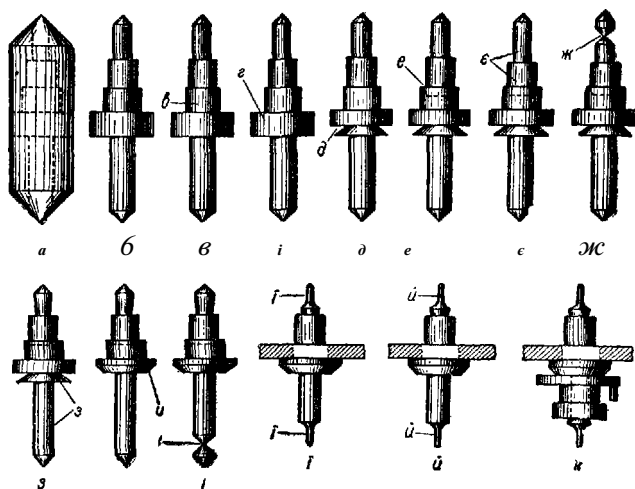

Рис. 157. Послідовність точіння осі балансу:
Щоб не пошкодити баланс, особливо компенсаційний, видалення з нього зламаної осі провадиться лише після сточування на верстаті верхньої частини заклепаного заплечика балансу (рис. 157, *е*).
Порядок точіння показаний на рис. 157.
1. Для заготовки (див. рис. 157, *о*) беруть сталевий дріт належного діаметра з запасом по довжині не більше 2—3 мм у порівнянні з готовою віссю; точіння більш довгої заготовки і відрізування лишку кінців пов'язані з багатьма незручностями.
3. Баланс і подвійна ролька насаджуються на свої місця (див. рис. 157, *в, г, д, е, є, ж, з*) досить туго, але без особливих зусиль; якщо діаметри *в* або *з* виявляються меншими від отворів у балансі або подвійної рольки, стягувати ці деталі пуансоном або іншим способом не рекомендується.
Місця для насадки втулки спіралі і подвійної рольки (див. рис. 157, *в, ж, з*) слід виточувати трохи на конус, що полегшує посадку цих деталей.
Деякі годинникарі провадять точіння між центрами (див. рис. 18, *ж*), насаджуючи балансна вісь, щоб провадити чорнове обточування цапф (див. рис. 157, *і*) або закріплю-